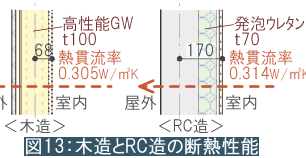

図13：木造とRC造の断熱性能
- 断熱性に優れた木造によりZEH対応コストを抑えます。(図13)